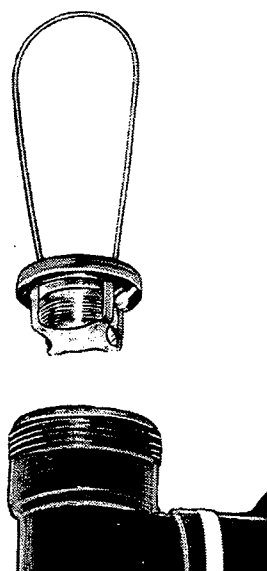

Bild 16 Aufbau des Ausatemventils mit dem Auszieher
- g) Atemgarnitur auseinander nehmen. Beim Ausbau der Ventile (Bild 16) die Ventilplättchen nicht beschädigen.